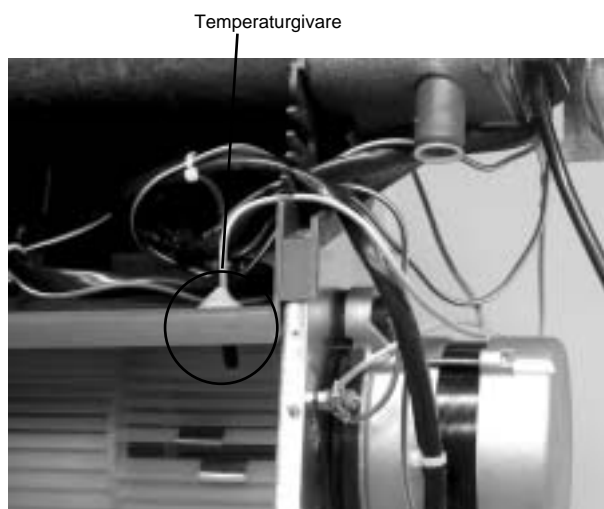

Fig. 6
- Temperaturgivaren monteras i ingående luft enligt fig.6.